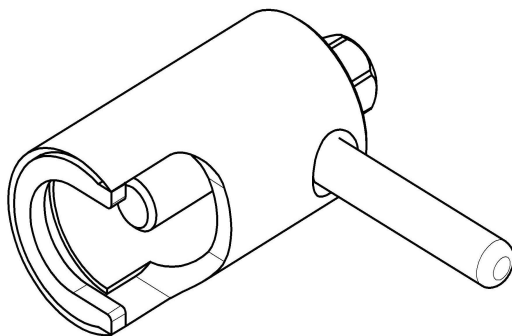

Рис. 24. Съемник крыльчатки.
- снять крыльчатку при помощи специального съемника (рис. 24);